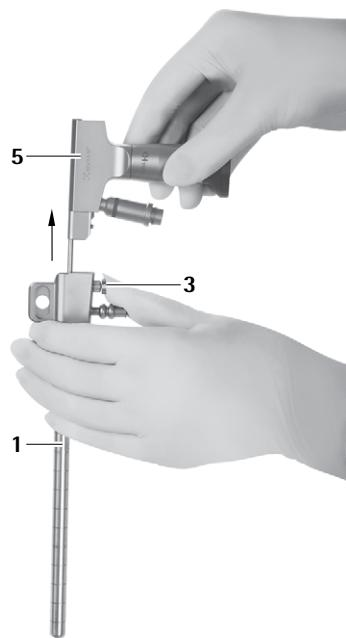

Fig. 8
- Pulsar el botón de desenclavamiento **3** y extraer el endoscopio **5** del trocar MINOP InVent **1**, ver Fig. 8.